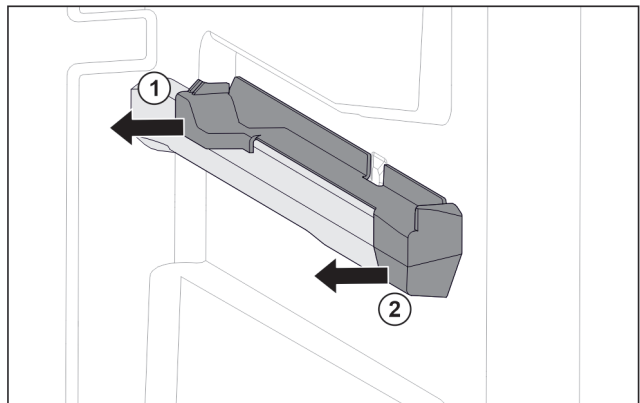

Fig. 30 Pieza de acoplamiento en la nervadura para recipientes derecha
- ▶ Retire la pieza de acoplamiento por detrás lateralmente. Fig. 30 (1)
- ▶ Retire la pieza de acoplamiento por delante lateralmente. Fig. 30 (2)